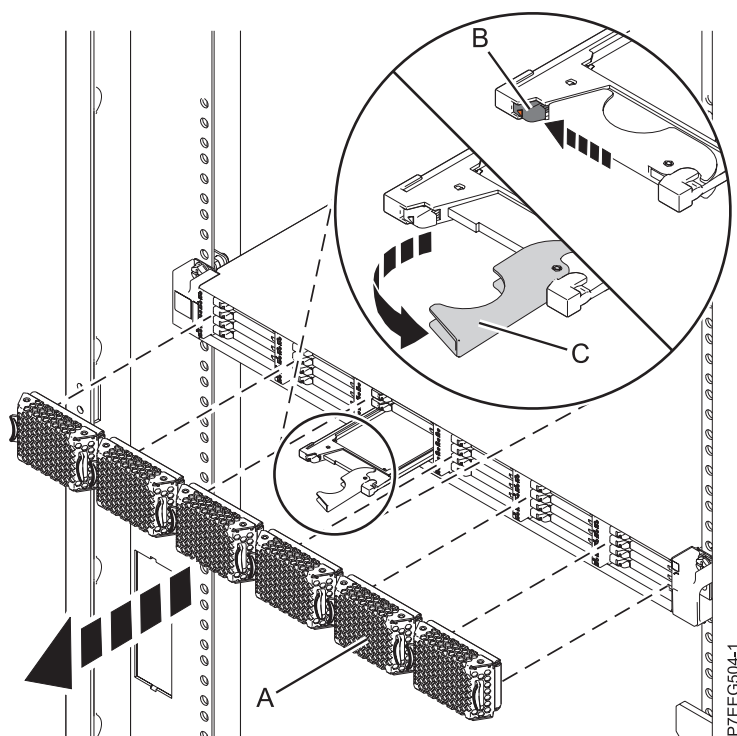

Figura 29. Extracció de la unitat d'estat sòlid des de l'Al·lotjament d'emmagatzematge EDR1 PCIe
4. Quan el LED d'identificació d'unitat d'estat sòlid es torni sòlid, desplaceu el pestell d'alliberació **(B)** amb compte per tal de desbloquejar la nansa de la unitat. Consulteu Figura 29 a la pàgina 44.